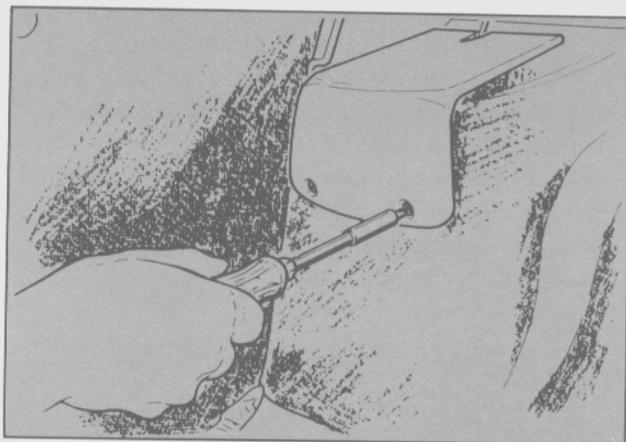

Fig. 42. Tapa de acceso al montaje superior del amortiguador (GHIA)
- Retirar la tapa de acceso al montaje superior del amortiguador (Fig. 42).